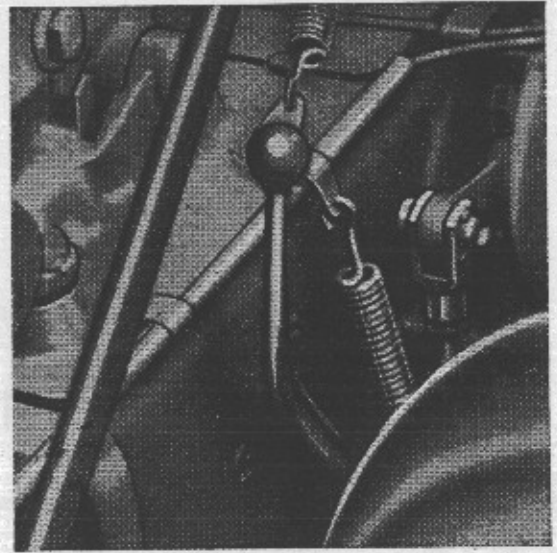

Fig. 9
per l'impiego di macchine operatrici che debbono essere azionate e nello stesso tempo, trainate o portate (fresatrici, falciatrici, seghe, pompe irroratrici, ecc.). Il comando della levetta è illustrato nella fig. 9.
- 5) **Levetta di comando innesto e disinnesto presa di potenza,** riferimento fig. 9: